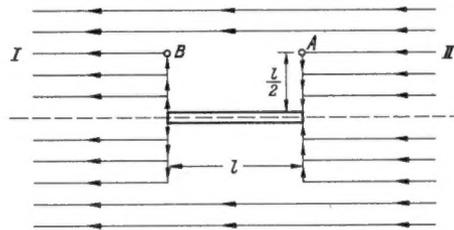

Bild 1. Idealisierter Kraftlinienverlauf in der Nähe eines Ferritstabes
4. Der Eisenstab soll nach Bild 1 in Richtung der Kraftlinien liegen.
Stellt man dann zur Regel auf, daß nur jene Kraftlinien in den Eisenstab eintreten können, deren Weg dadurch gegenüber dem ursprünglichen Verlauf verkürzt oder höchstens gleich lang erscheint, so erhalten wir eine Feldverteilung nach Bild 1.